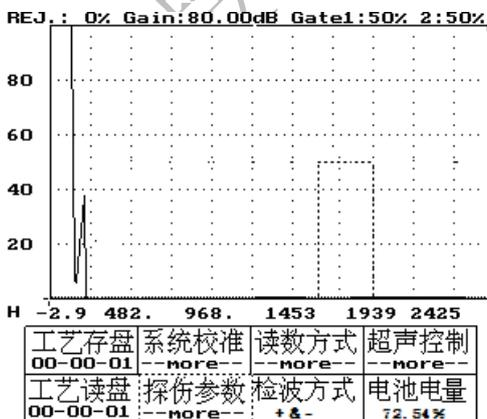

图 1-2
- 2、按方向键——将虚框移到探伤参数功能上，如图 1-2 所示。
- 按方向键——将虚框移到探伤参数功能上，如图 1-2 所示。
2. 按方向键——将虚框移到探伤参数功能上，如图 1-2 所示。